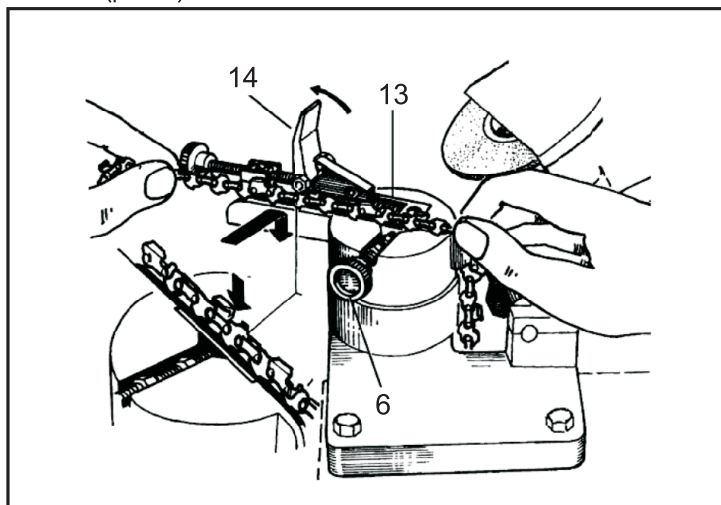

рис.8
6.7 Перед подключением электрического станка к питающей сети, убедитесь что выключатель находится в положении "выкл", чтобы избежать непроизвольного включения станка. Установите цепь направляющими звеньями в ручей 13 (рис. 8), как показано на (рис. 8), отведя установочный клин 14 (рис. 8) в сторону и ослабив крепёжный винт 6 (рис. 5).